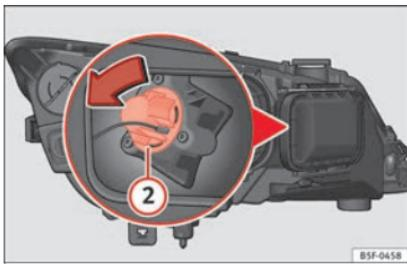

Fig. 107 Lampadina dell'indicatore di direzione.
- Ruotare il portalampada **» fig. 107 ②** verso sinistra e tirare.